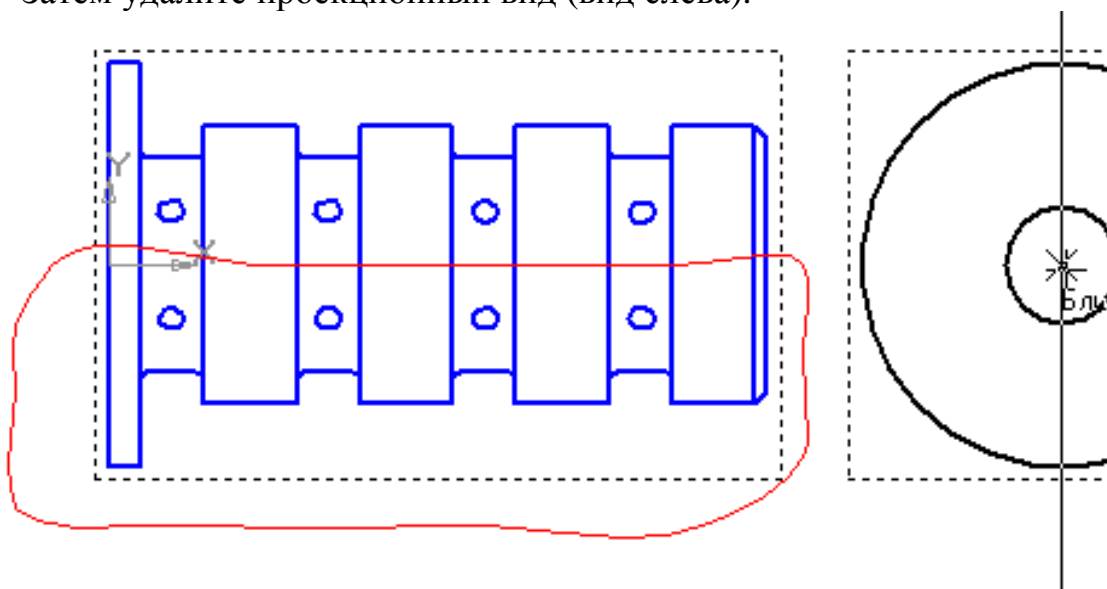

Рис. 118
- Выполните местный разрез, проведя кривую Безье согласно рис. 118. Затем удалите проекционный вид (вид слева).